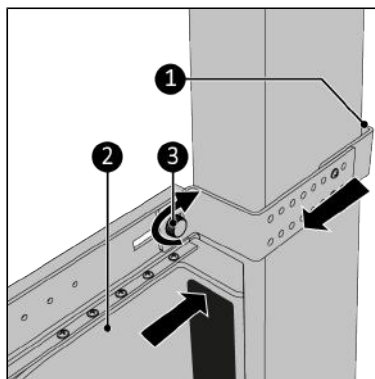

Figure 176.
9. Poussez fermement le Way-out contre le cadre de la fenêtre (Figure 176, pos. 2).
10. Tirez le support vers vous autant que possible (Figure 176, pos 1) afin qu'il se fixe correctement.
11. Serrez le cache de la vis (Figure 176, pos. 3).